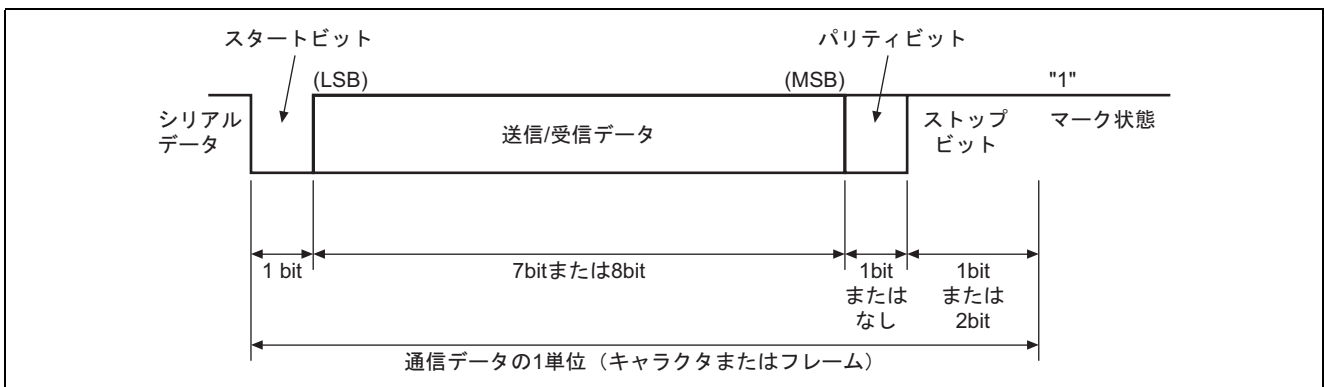

図3 調歩同期式通信のデータフォーマット
- 図3に調歩同期式通信のデータフォーマットを示します。調歩同期式通信では、通信回線は通常マーク状態("High"レベル)に保たれています。SCI3では通信回線を監視し、スペース("Low"レベル)になったところをスタートビットとみなしてシリアル通信を開始します。